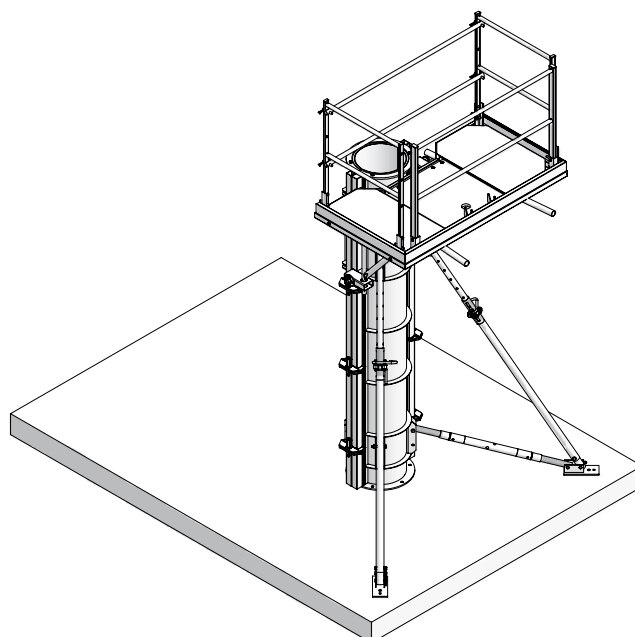

Abb. 9.2
2. Beide Halbschalen mit Mammut-Schalschlössern zugfest verbinden (Abb. 9.2).